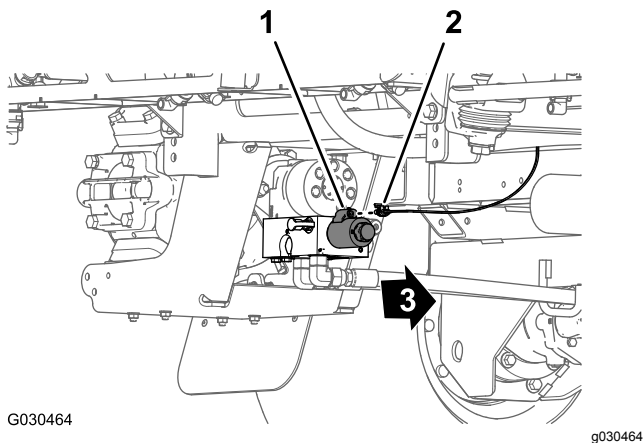

図 27
6. 機体後部、スプレーヤポンプの車軸側で、ポンプ用リレーの2ピンコネクタから、後メインハーネスの2ソケットコネクタを外す 図 27。